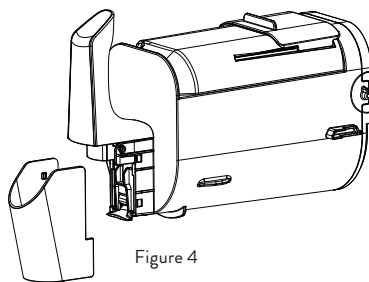
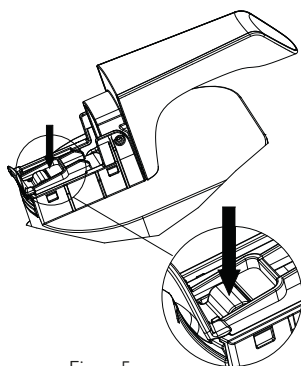

Figure 4
Figure 5
3. Nettoyer la sortie: retirer le couvercle (Figure 4), appuyer sur le support au point de verrouillage, ouvrir la poignée de sortie et retirer l'ensemble (voir Figures 5 + 6). Nettoyer soigneusement et remonter dans l'ordre inverse.